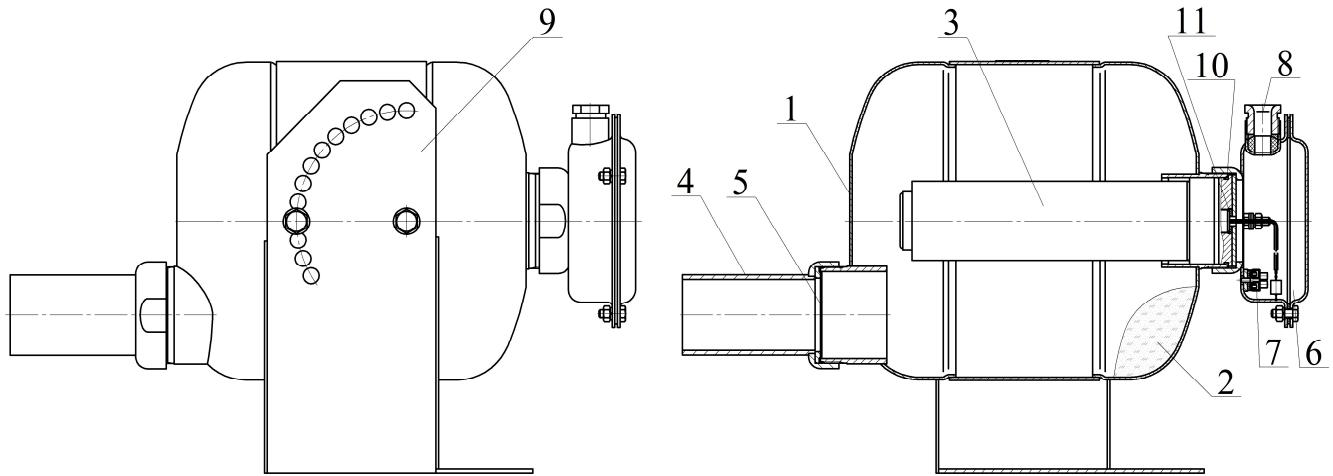

Рисунок 1
1.4.1.1 МПП (см. рисунок 1) состоит из корпуса **1**, в котором размещаются огнетушащий порошок (ОП) **2** и источник холодного газа (ИХГ) **3**. В передней части корпуса находится насадок-распылитель **4**, входное отверстие которого перекрыто мембраной **5**.
2.1.3 Закрепить кронштейн **9** (см. рисунок 1) на потолке, стене или иной несущей плоскости, расположенной под любым углом относительно поверхности пола. Координаты отверстий в кронштейне, предназначенном для крепления МПП, приведены на рисунке 3.